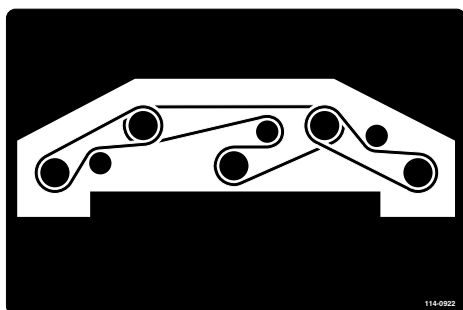

Figura 83
8. Pase la correa nueva alrededor de las poleas de los ejes y del conjunto de la polea tensora (Figura 83).